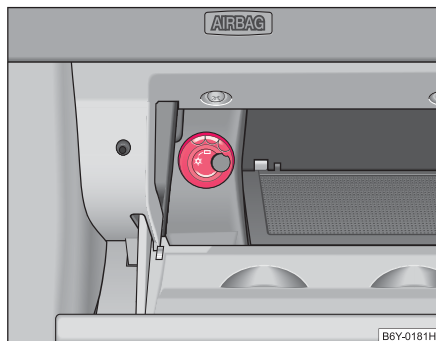

Abb. 71 Ablagefach: Bedienung der Kühlung
- Mit dem Drehschalter ⇒ Abb. 71 schalten Sie die Kühlung ein bzw. aus.